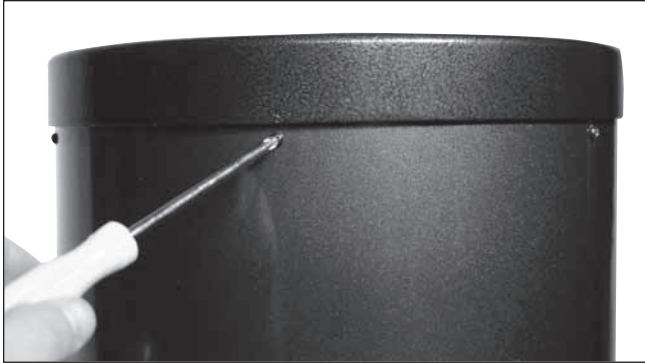

Figura 14. Para quitar el anillo del extremo posterior, desenrosque los tornillos que lo conectan al tubo.
1. Para instalar la celda del espejo en el tubo óptico, es necesario retirar antes el anillo del extremo posterior acoplado a la sección inferior del tubo. Para ello, desenrosque y retire los tornillos de estrella que conectan el anillo del extremo al tubo (**figura 14**) y, a continuación, tire del anillo del extremo para retirarlo del tubo.